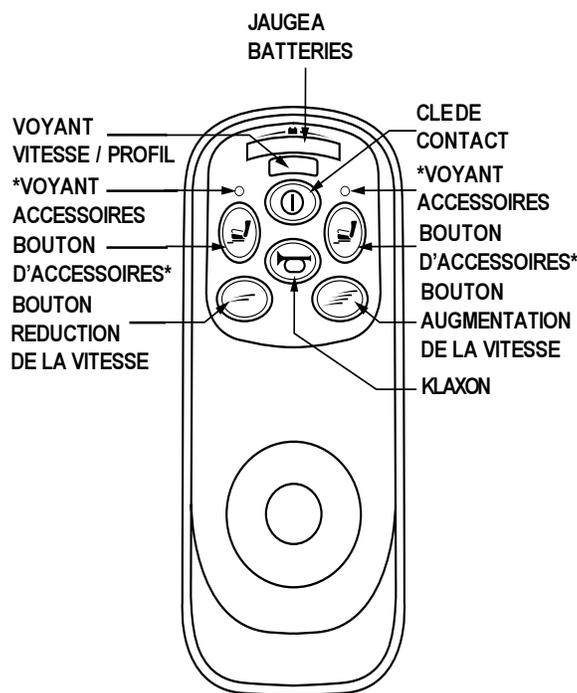

Figure 12b. Clavier du contrôleur VSI
2. clavier (voir la figure 12b.)
Pour allumer ou éteindre le VSI. Voir la figure 12b.
La jauge est située devant la manette et possède 10 voyants lumineux. Voir la figure 12b. Ceux-ci vous informe de l'état de vos batteries et du système électrique lorsque le contrôleur est allumé.
Il y a deux boutons qui commandent la vitesse ou le profil. Voir la figure 12b. Cela dépend de la façon dont a été programmé le VSI. Pesez sur le bouton vitesse/profil pour augmenter la vitesse ou changer de profil. Pesez sur l'autre bouton pour réduire la vitesse ou changer de profil. Le réglage sélectionné s'affichera sur l'indicateur de vitesse/profil. Si votre fauteuil motorisé a été programmé avec un profil de conduite, contactez votre détaillant Pride pour de plus amples informations.
Vous pouvez utiliser un chargeur externe pour recharger les batteries de votre fauteuil motorisé au moyen de la prise 3-fiches sur le devant du contrôleur VSI. Voir la figure 12b. Si vous utilisez un chargeur externe le courant ne doit pas dépasser 12 ampères. Contactez votre détaillant Pride pour plus d'informations.